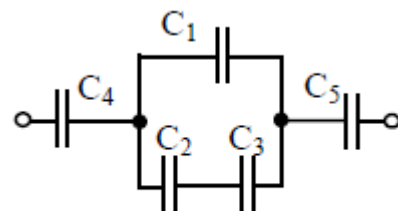

Рисунок 1
- 1 Определить эквивалентное сопротивление цепи (рисунок 1), если $R=30$ Ом.